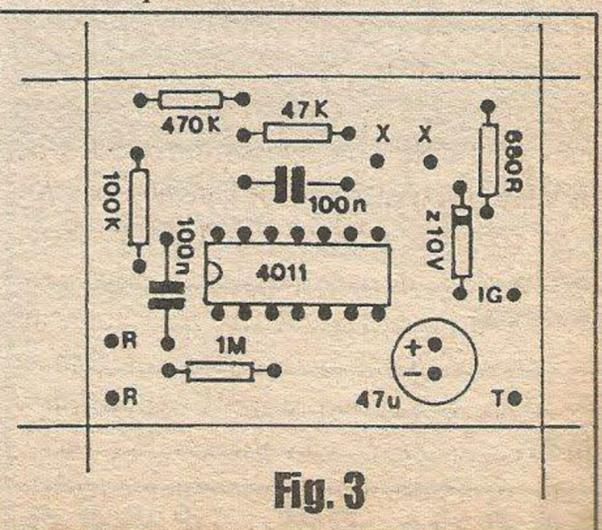

Fig. 3
- FIG. 3 - **CHAPEADO DA MONTAGEM** - Conforme ficou claro, no diagrama anterior a placa era vista pela sua face cobreada... Agora, *viramos* o impresso, mostrando sua face não cobreada, já com todas as principais peças posicionadas, identificadas uma a uma pelos seus valores, códigos polaridades e outras informações *visuais* importantes...! Notar que temos *três* componentes *polarizados* (apenas admitem inserção e soldagem *numa* determinada